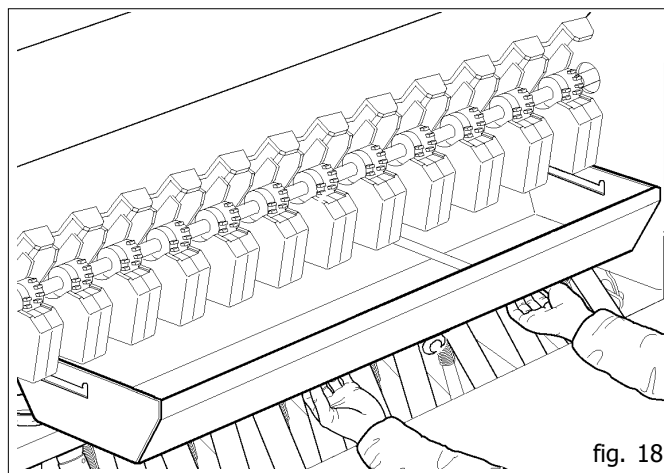

fig. 18
- sganciare le vasche raccogli semi (Fig. 18) e posizionarle sotto le bocche di uscita semi.